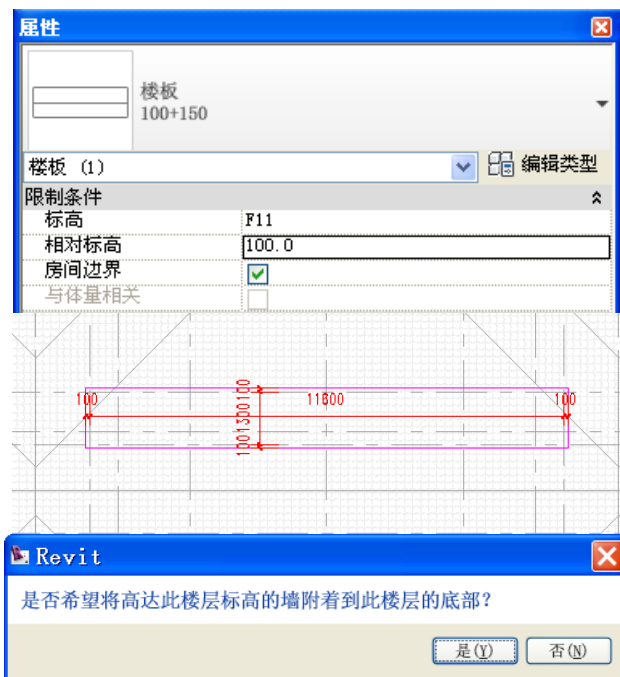

图 4-54
- 11) 在项目浏览器中, 选择进入楼层平面 F11, 单击“常用”选项卡>“构件”面板>“楼板”按钮, 进入楼板轮廓绘制界面, 点击“属性”选项卡中的编辑类型, 在弹出的“类型属性”对话框中的类型栏选择“100+150”, 点击“确定”完成设置, 接着在“属性”选项卡中设置相对标高为“100”, 然后绘制闭合轮廓线, 完成后点击“完成编辑模式”, 完成轮廓编辑, 当弹出图示对话框时, 点击“否”(如图 4-54 所示)。